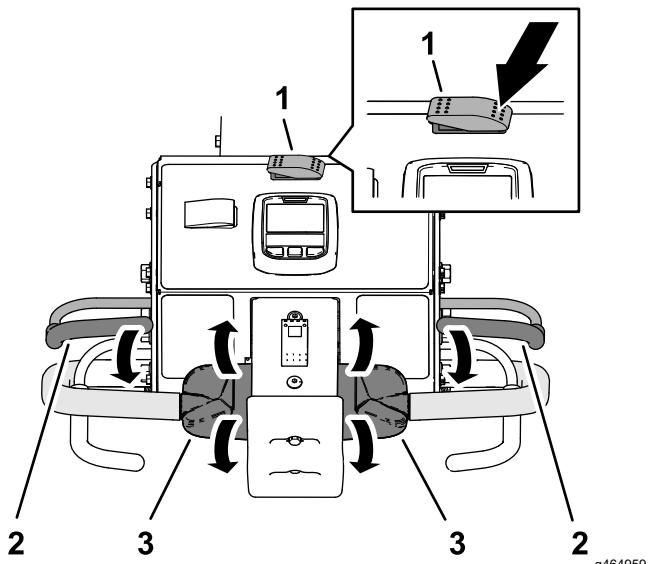

Figure 83
- Appuyez sur le côté gauche de la commande de transport/aération pour la placer à la position TRANSPORT (Figure 83).
5. Serrez la barre de présence de l'utilisateur contre la poignée droite ou gauche du timon (Figure 83).